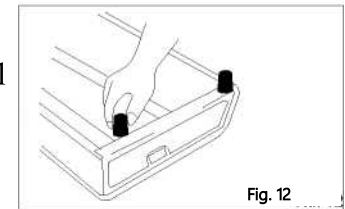

Fig. 12
- Fissare i piedini in gomma al fornello ruotando il fornello con la parte superiore all'ingiù e avvitarli nei fori sul fondo del fornello (Fig.12)